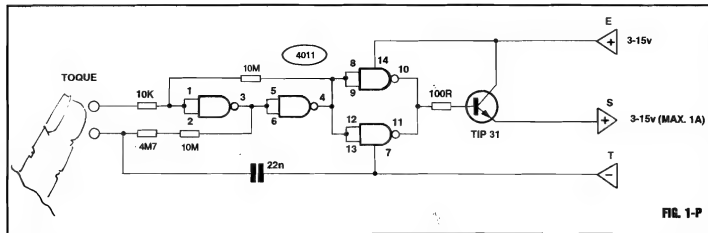

FIG. 1-P
- **FIG. 1-P - O DIAGRAMA ESQUEMÁTICO DO CIRCUITO** - No núcleo lógico do circuito, utilizamos os quatro **gates NAND** contidos num Integrado C.MOS 4011, comum e de baixo custo... Dois dos **gates** (os delimitados pelos pinos 1-2-3 e 4-5-6...) estão interligados como **simples inversores**, e como amplificadores poderosos de Corrente, em forma "cruzada" (já vimos estrutura parecida, no passado, quando estudamos o BIESTÁVEL com transistores bipolares comuns...), ou seja: a Entrada de um bloco ligada à Saída do outro, e vice-versa... A presença de um capacitor (22n) e da própria Resistência da pele do dedo do operador, forma, então, sobre o dito BIESTÁVEL, uma rede de realimentação de fase com *constante de tempo* de aproximadamente meio segundo, capaz de transformar o conjunto num verdadeiro ASTÁVEL... Isso quer dizer que,